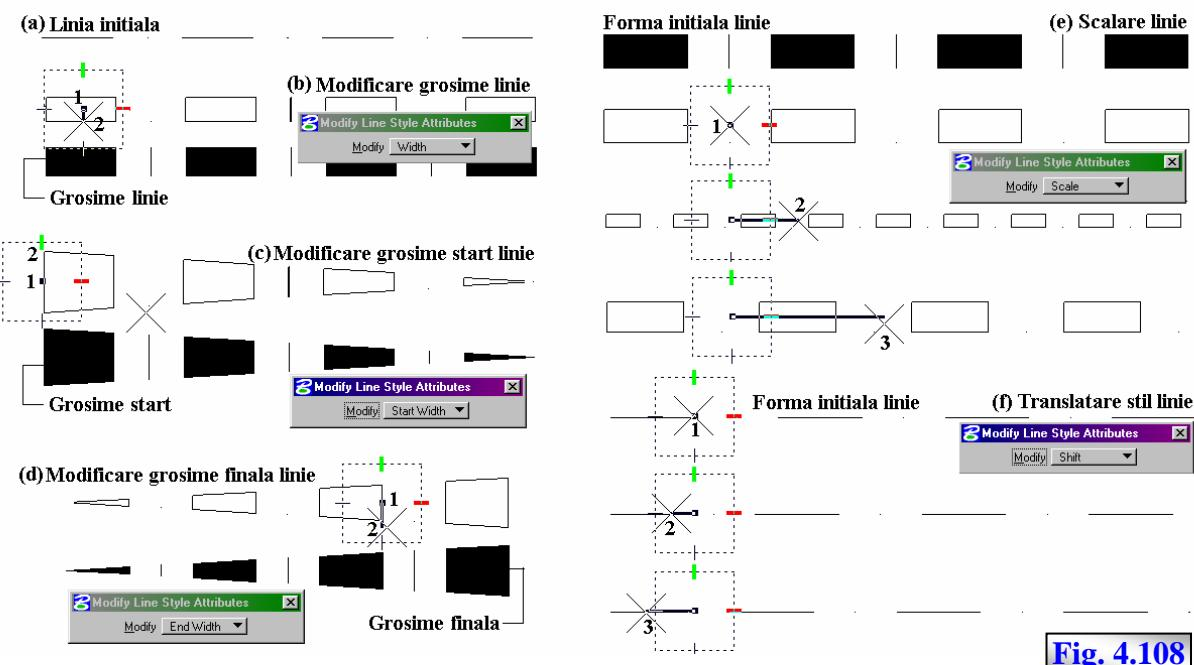

Fig. 4.108
Caseta de dialog asociată acestei comenzi conține numai lista **Modify**, care determină tipul de modificare ce se va aplica asupra stilului de linie asociat elementului selectat și care sunt exemplificate în fig. 4.108:
- **Width** – are ca efect modificarea grosimii liniei, fig. 4.108 (b), grosimea fiind determinată de distanța dintre punctul 1 prin care s-a identificat linia, respectiv punctul curent 2;
- **Start Width** – are ca efect modificarea grosimii de start a liniei, fig. 4.108 (c), grosimea fiind determinată de distanța dintre punctul 1 prin care s-a identificat linia, respectiv punctul curent 2;
- **End Width** – are ca efect modificarea grosimii finale a liniei, fig. 4.108 \(d\), grosimea fiind determinată de distanța dintre punctul 1 prin care s-a identificat linia, respectiv punctul curent 2;
- **Scale** – are ca efect scalarea liniei, fig. 4.108 \(e\), factorul de scalare fiind calculat funcție de distanța dintre punctul 1 prin care s-a identificat linia, respectiv punctul curent al cursorului mouse; în figură este exemplificată scalarea pentru punctele 2 respectiv 3;
- **Shift** – are ca efect translatarea stilului liniei, prin modificarea distanței de la care se dispune stilul de linie, fig. 4.108 \(f\), distanța fiind raportată la începutul elementului sau segmentelor sale componente; translatația se produce funcție de distanța dintre punctul 1 prin care s-a identificat elementul și poziția curentă a cursorului mouse; în figură este exemplificată translatarea pentru punctele 2 respectiv 3;